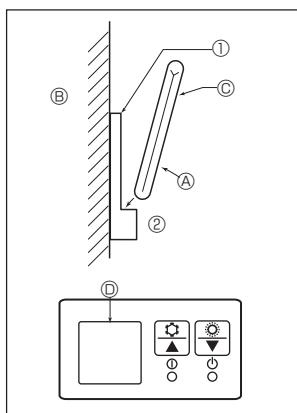

Fig. 6-7
2) Método de instalação (Fig. 6-7)